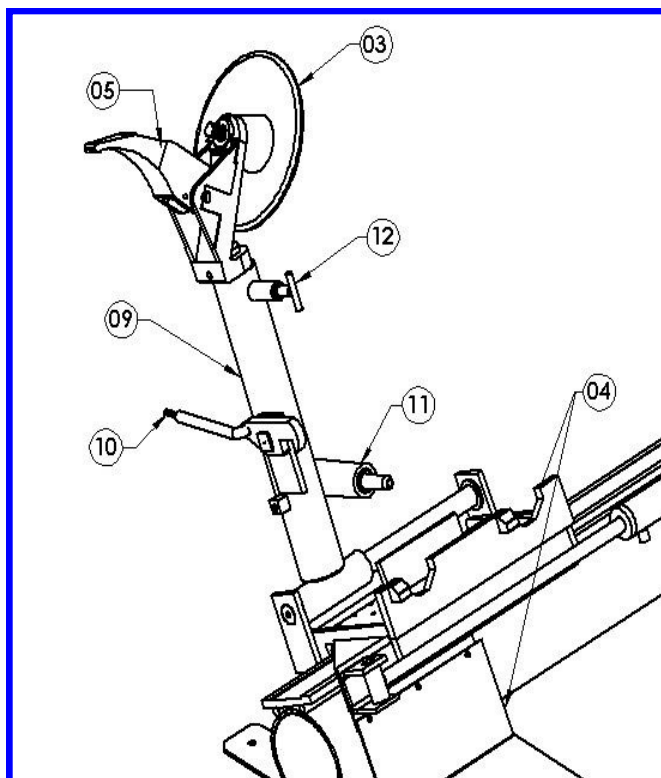

Fig. 5
Outros controles, mostrados na **Fig.5**:
- **Alavanca das ferramentas (10, Fig. 5)** para posicionar o braço (09, Fig. 5) em posição de trabalho ou fora de trabalho.
- **Seletor das ferramentas (12, Fig. 5)** que permite alternar o uso entre o disco destalonador (03, Fig. 5) e a unha (05 fig. 5)
Puxe o braço de ferramentas (09, Fig. 5) para a posição “em pé”.
Da torre de comando, mova a mesa (04, Fig. 5) para longe das garras, e coloque a roda sobre a mesa, na posição vertical.